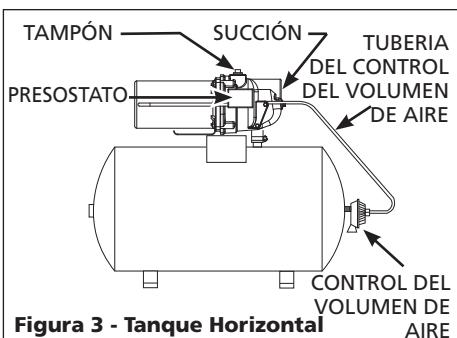

Figura 3 - Tanque Horizontal
1. Retire el tapón para cavar (Figura 3 en la página 26).